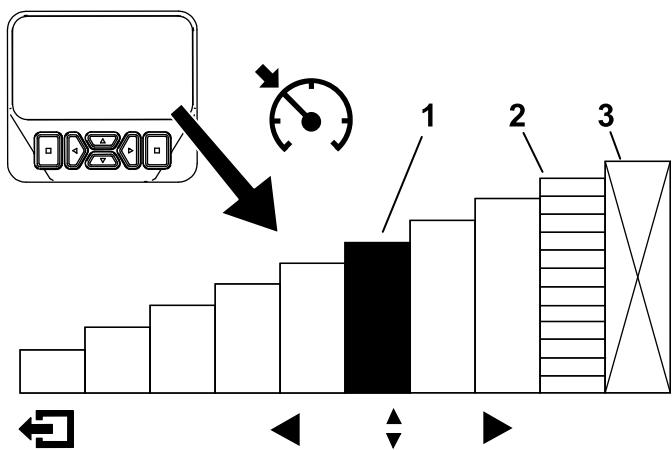

Figura 31
Después de activar el interruptor del control de crucero y establecer la velocidad (Figura 30), utilice el InfoCenter para ajustar la velocidad del control de crucero (Figura 10 y Figura 31).
2. Utilice la pantalla del InfoCenter para ajustar la velocidad del control de crucero (Figura 31).